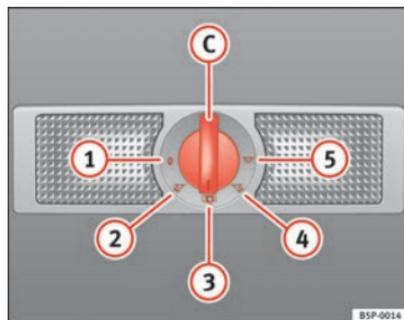

Fig. 81 Ciel de pavillon : plafonnier et lampe de lecture de la partie arrière de l'habitacle.
La commande ⇒ fig. 81 C vous permet de sélectionner les positions suivantes :
Lorsque la commande est en position ⇒ fig. 81 ①, le plafonnier et les lampes de lecture sont éteints.